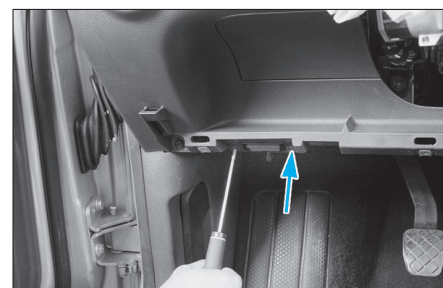

Fig. 51
• Dévisser les deux fixations (Torx de 20) de la prise diagnostic (Fig.51).